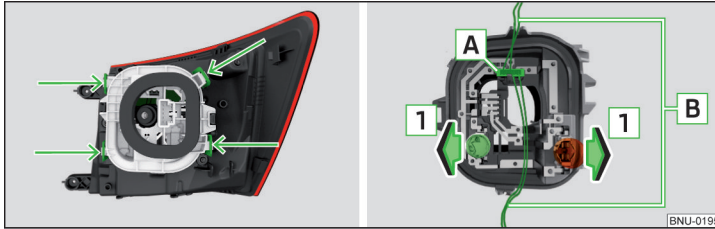

Fig. 350 Parte exterior de las luces/ Soporte con bombillas
- › Desbloquee el portalámparas en las áreas señaladas con las flechas » fig. 350 y extraerla de la lámpara.
- Antes de colocar el portalámparas verificar en la lámpara, si el conector **A** » fig. 350 está colocado correctamente entre la lámpara y el portalámparas.